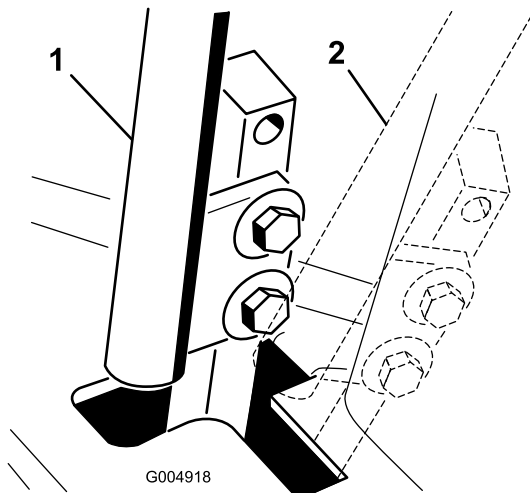

図 60
4. コントロールレバーをニュートラル位置にする(ロック位置にはしない)(図 60)。
6. コントロールレバーと、コンソールのノッチとの位置関係を見る(図 60)。